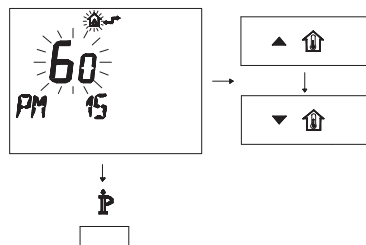

Figura 5.28
- Modificare il SET programmato agendo sui pulsanti ▲⏮ o ▼⏮ fino a visualizzare un **set di 60**, aspettare che il numero programmato cominci a lampeggiare (Figura 5.28).